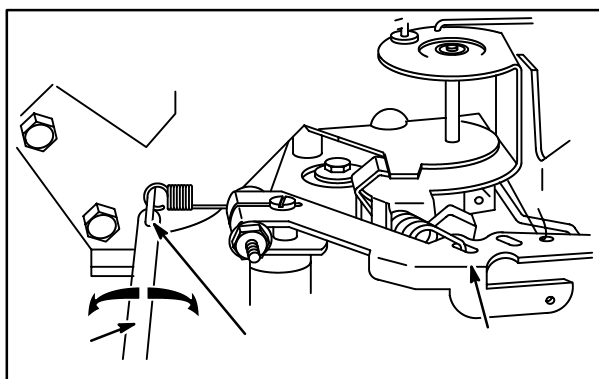

Fig. 32
A mola do regulador é instalada no orifício nº 1 (3) na alavanca do regulador, Fig. 32.